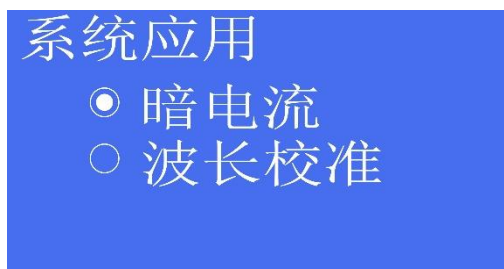

图 4-10
- 第一步： 主界面按上、下键选择系统应用，按 **ENTER** 键确定。图 4-10